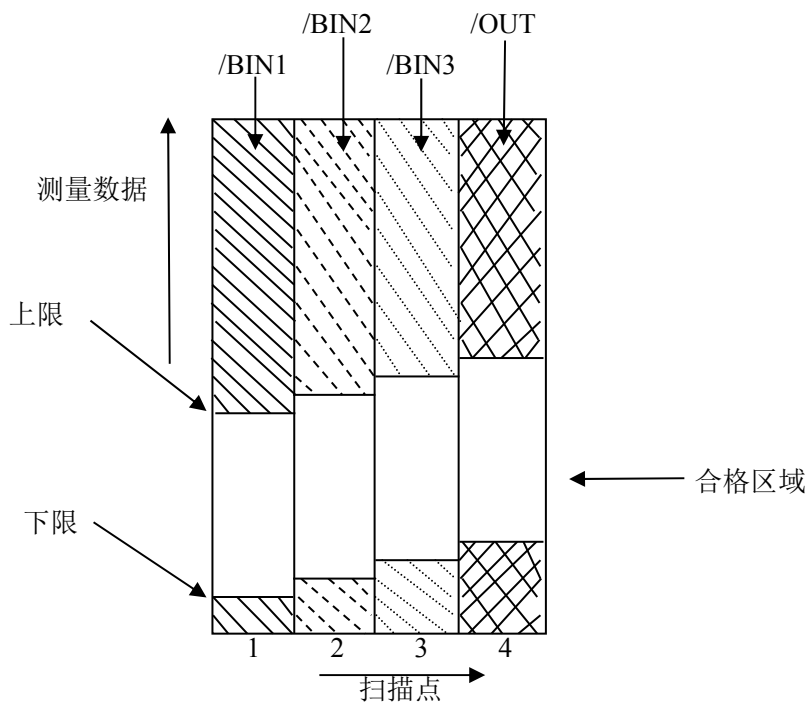

图 9-4 列表扫描的扫描点与比较结果输出信号
- /BIN1 - /BIN3 和 /OUT：分别表示各扫描点为 IN/OUT（合格或超限），参见图 9-4。